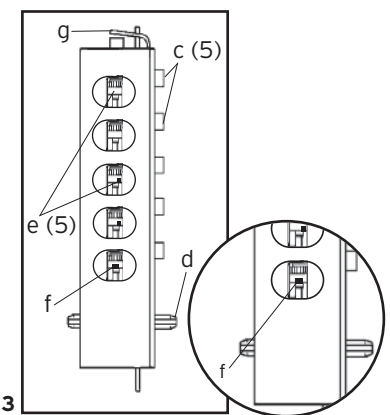

Fig. 3
3. Examiner les 5 engrenages (e) situés dans les fentes oblongues. Si toute ochette d'engrenage (f) se trouve en position ouverte, il ne faut pas en tenir compte. Elles ne sont pas utilisées dans la combinaison (Voir la figure 3).
4. Localiser la ou les pochette(s) d'engrenage (f) la (les) plus éloignée(s) de la ligne de cisaillement (position ouverte). Enfoncer la ou les tige(s) (c) de ces clés et relâcher (voir la figure 3). Si des pochettes d'engrenage sont à égale distance de la ligne de cisaillement, il faut les enfoncer ensemble pour éarmer la combinaison.
5. Localiser la ou les deuxième(s) pochette(s) d'engrenage (f) le plus éloignée(s) de la ligne de cisaillement (position ouverte). Enfoncer la ou les tige(s) de ces clés (c) et relâcher (voir la figure 3).
8. Enfoncer la glissière de verrouillage (g) en haut de l'alvéole et la relâcher (elle ressemble au bout d'une bougie d'allumage) (voir la figure 3).